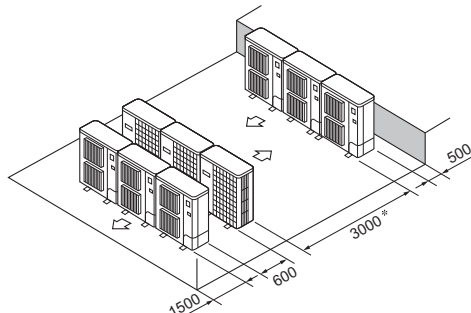

Fig. 3-16
- ⑥ Mehrfachanlagen in paralleler Anordnung (Fig. 3-16)